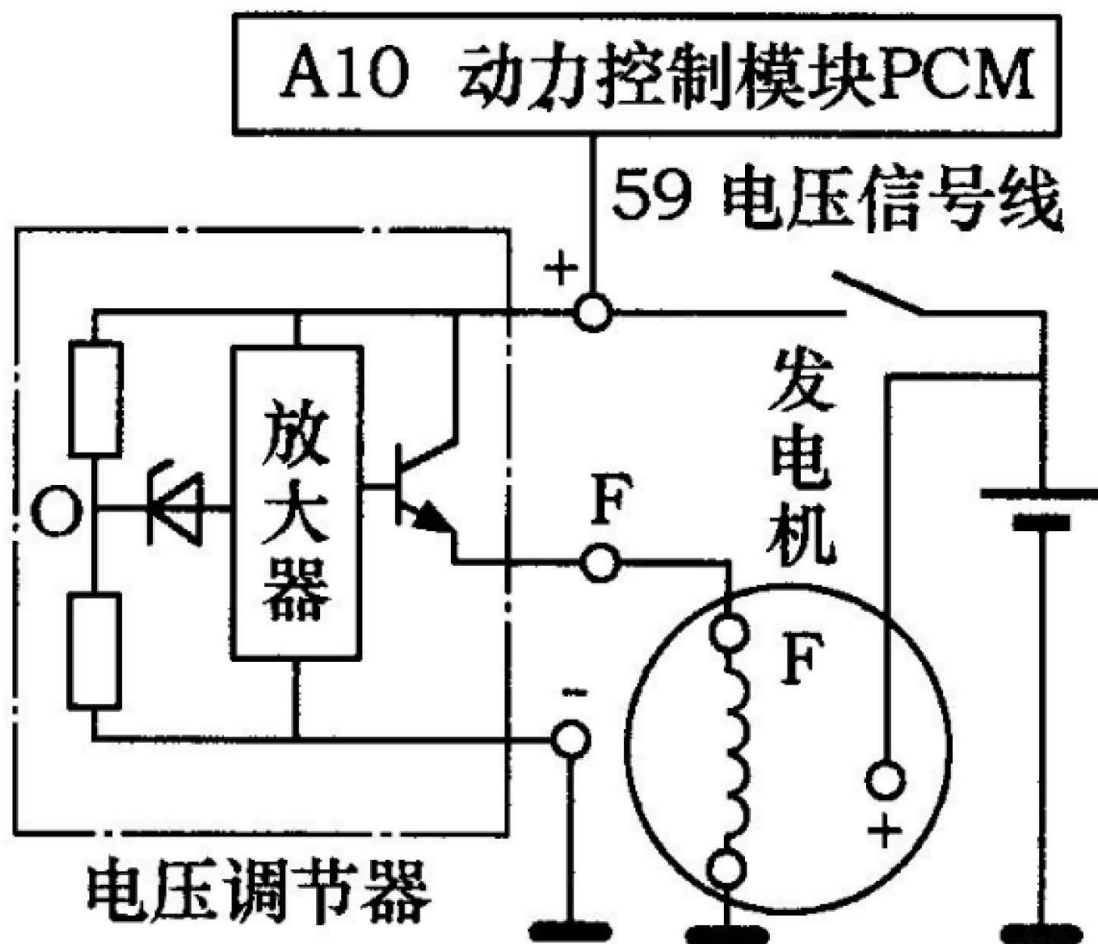

图2 晶体管电压调节器控制电路
- B) 改为晶体管电压调节器该发电机可以配到安装位置一样的晶体管电压调节器，线路改装如图 2 所示，需要一条经过点火开关 ON 位置控制的火线到晶体管电压调节器+，PCM 的信号线也接在调节器+。怠速时测量发电机输出电压为 14V, 转速 2500 r/min 时，发电机输出电压为 14.5 V，